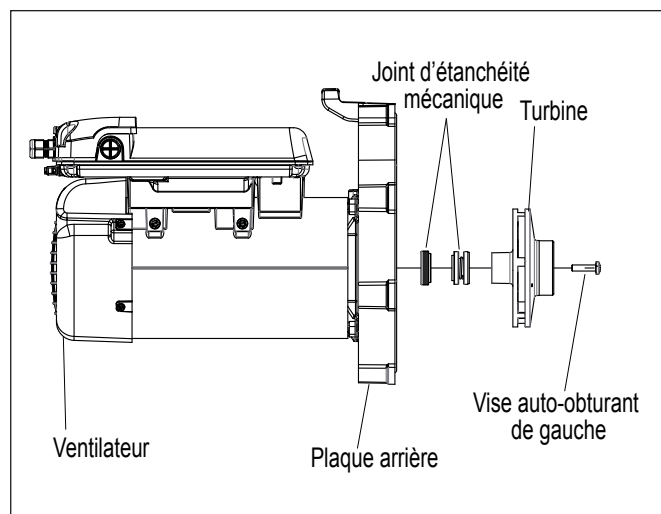

Figure 13. Retirer la turbine, moteur Regal Beloit
7. Retirer le couvercle du ventilateur à l'arrière du moteur en retirant les vis. Voir le figure 13. L'arbre du moteur et le ventilateur seront exposés.
8. Tenir l'arbre du moteur exposé avec un tournevis à tête plate de 12,7 mm (½ po) en retirant la vis centrale de la turbine. Utiliser un tournevis à tête cruciforme N° 3 et tourner la vis filetée à gauche selon le sens horaire pour la détacher. Voir le figure 13.